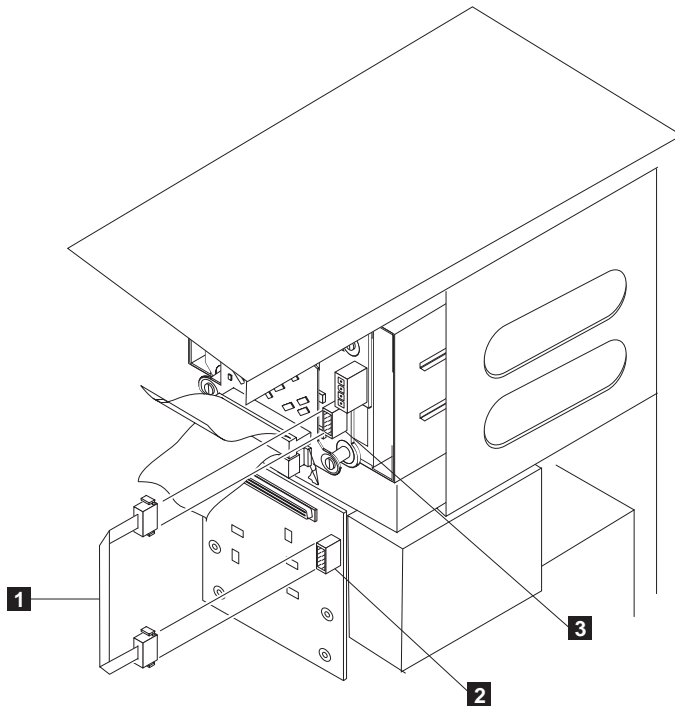

图 62. 连接灰色 I²C 电缆
- a) 将 I²C 电缆接口的一端连接至 SCSI 底板 (有关 SCSI 底板上接口的位置, 参见第 78 页的图 62)。
b) 将另一 I²C 电缆接口连接至新 3-Pack 扩充件 SCSI 底板（有关 3-Pack 扩充件底板上的接口位置，参见图 62）。